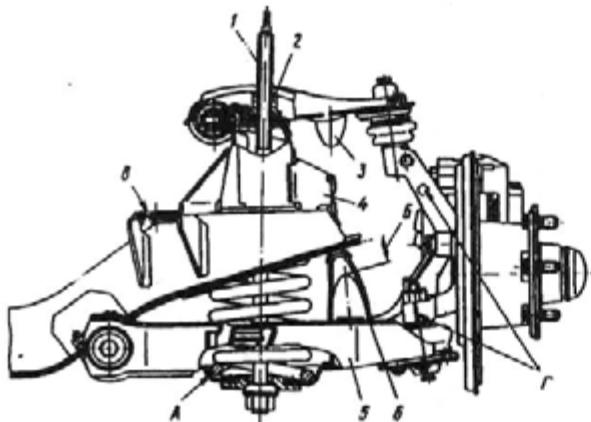

Рис. 170. Сжатие пружины передней подвески приспособлением:
Осадку пружин проверяйте на автомобиле по зазорам между буферами сжатия на нижних рычагах и поперечиной подвески в местах касания буферов. Если зазор Б (рис. 170) при полной нагрузке в кузове автомобиля на обеих сторонах менее 20 мм, требуется замена пружин.
1. Установите стержень 1 (рис. 170) стяжного приспособления со стороны нижнего рычага 5 и наверните гайку 2. Затем, вращая эту гайку, сожмите пружину до появления зазора 20—30 мм между буфером отбоя 3 и его упорной поверхностью 4 на поперечине подвески.
5. Постепенно отворачивая гайку 2 (рис. 170) стяжного приспособления, полностью ослабьте натяжение пружины и выньте приспособление. Затем снимите пружину (пометьте левую и правую пружины для их отличия) и резиновую прокладку 3 (рис. 165).
Пружины после их контроля устанавливайте в переднюю подвеску в последовательности, обратной снятию. Прямой участок нижнего опорного витка пружины должен размещаться в выемке А (рис. 170) нижнего рычага.